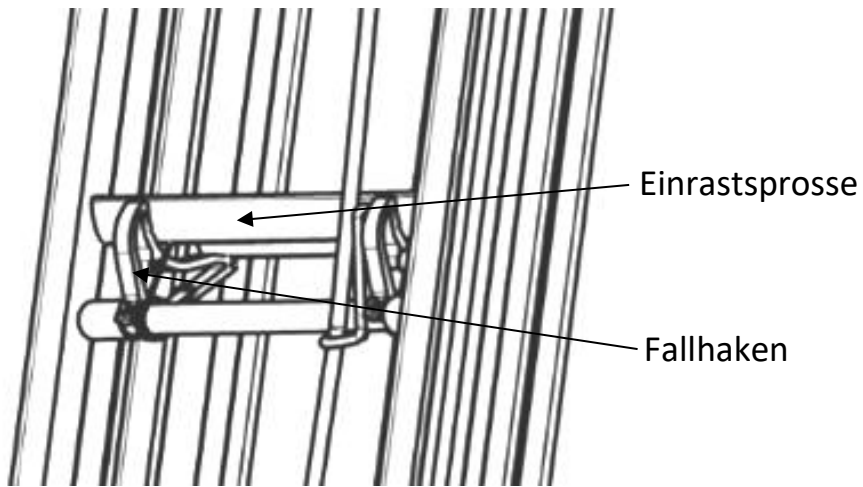

Abbildung 9: Fallhaken
- Die Einrastsprosse hakt sich dann auf dem federbelasteten Fallhaken ein (Abbildung 9).